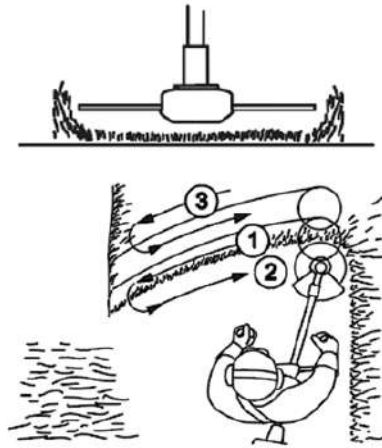

Рисунок 13. Схема скошування трави на ділянках вільних від перешкод.
3. Під час скошування плавно рухати виробом з боку в бік (рис. 13), намагаючись водночас утримувати різальну частину виробу на однаковій висоті над землею. Не намагатися скошувати високу траву за один раз. Це може призвести до намотування трави та перевантаження двигуна. Скошування високої трави рекомендовано починати поступово, починаючи з верхівки.